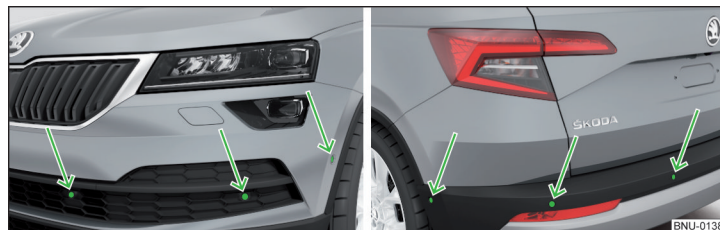

Fig. 261 Lugar de instalación de los sensores del lado izquierdo del vehículo: delantero / trasero
- Mantener los sensores del sistema » fig. 261 de la pág. 231 limpios, libres de nieve y hielo, y no cubrirlos con ningunos objetos, de lo contrario puede estar limitado la función del sistema.
El sistema calcula la distancia entre el parachoques y un obstáculo mediante ondas ultrasónicas. Los sensores ultrasónicos se encuentran según el equipamiento del vehículo en el parachoques trasero o también en el delantero » fig. 261.